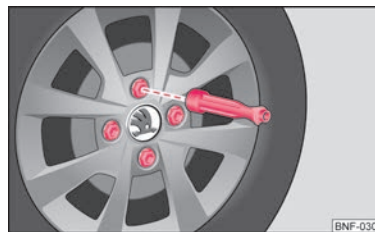

Bild 105 Hjulbyte: Lossa hjulskruvarna med skruvdragargreppet
- När du lyft upp fordonet ⇒ Sidan 122, skruva helt av de lossade hjulskruvarna med den inre sexkantsfattningen i skruvdragargreppet ⇒ bild 105.
Den **stöldskyddade hjulskruven** måste för ett hjul med hjulsida skruvas på i läge ② ⇒ bild 105 B) mitt emot ventilen ①. Hjulsidan kan annars inte monteras.